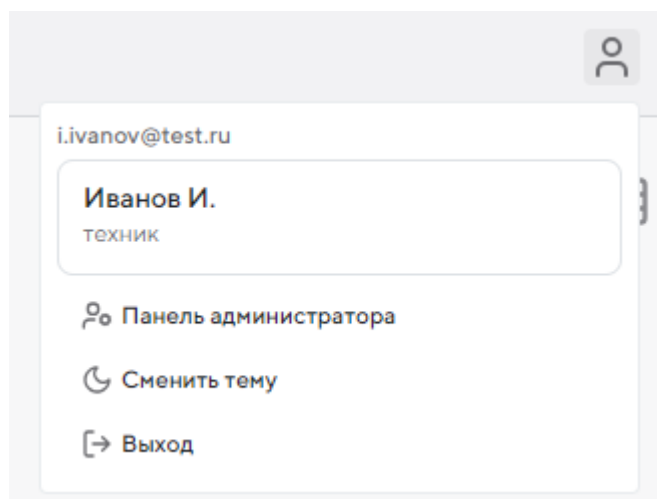

Рисунок 3 – Дополнительное меню
1. В правом верхнем углу нажмите на пиктограмму  (Личный кабинет). Откроется дополнительное меню (Рисунок 3).